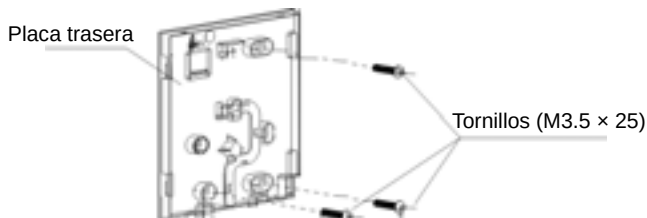

Fig. 3-3
- Para el montaje visto, fije la placa posterior en la pared con los 3 tornillos (M3,5 × 25) y tacos. (Fig.3-3)